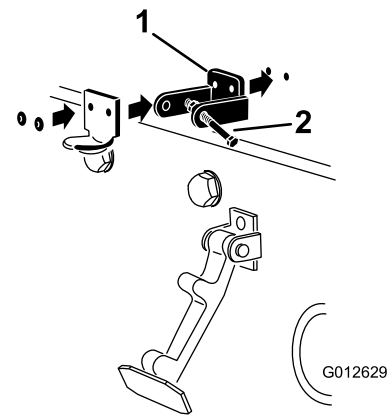

Figure 8
4. Alignez les trous de montage et positionnez le support de loquet CE et le support de loquet du capot sur le capot (Figure 8).
6. Rivetez les supports et les rondelles sur le capot (Figure 8).